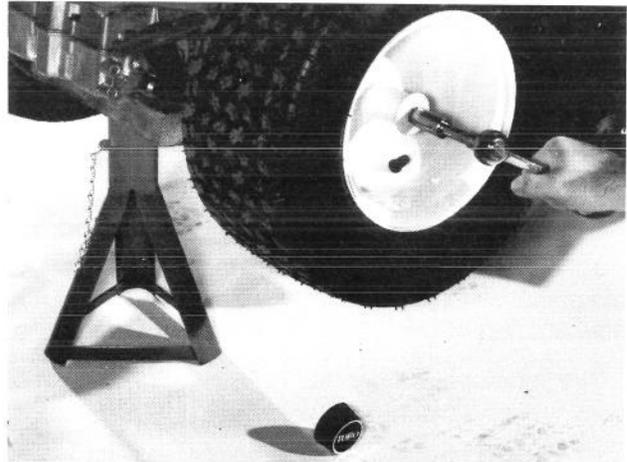

Abbildung 31
4. Die Sechskantschraube von der Achse entfernen (Abb. 31).